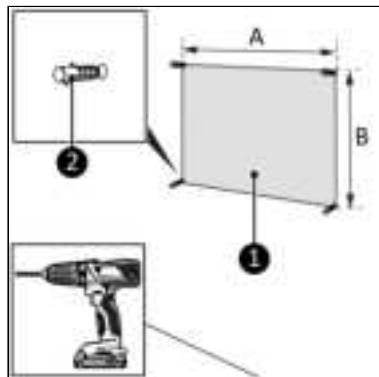

Figure 40.
4. Placez le plan de montage accompagnant le produit (Figure 40, pos. 1) contre le mur et marquez les quatre trous.